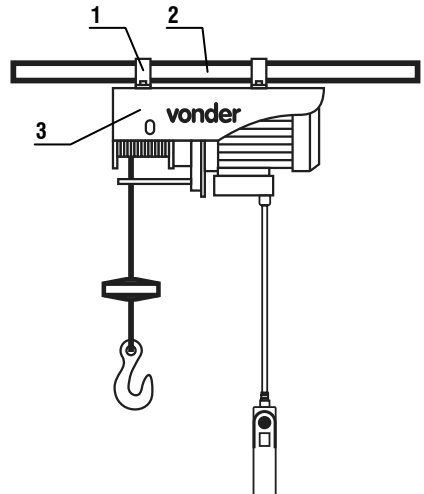

Fig. 3 – Fijación del winche en el soporte
- *La fijación del winche eléctrico (3) en el soporte (2) (no acompaña el soporte) ocurre a través de dos abrazaderas (1) 45 mm x 45 mm que están posicionadas en la parte superior de la estructura del winche (Fig. 3).*